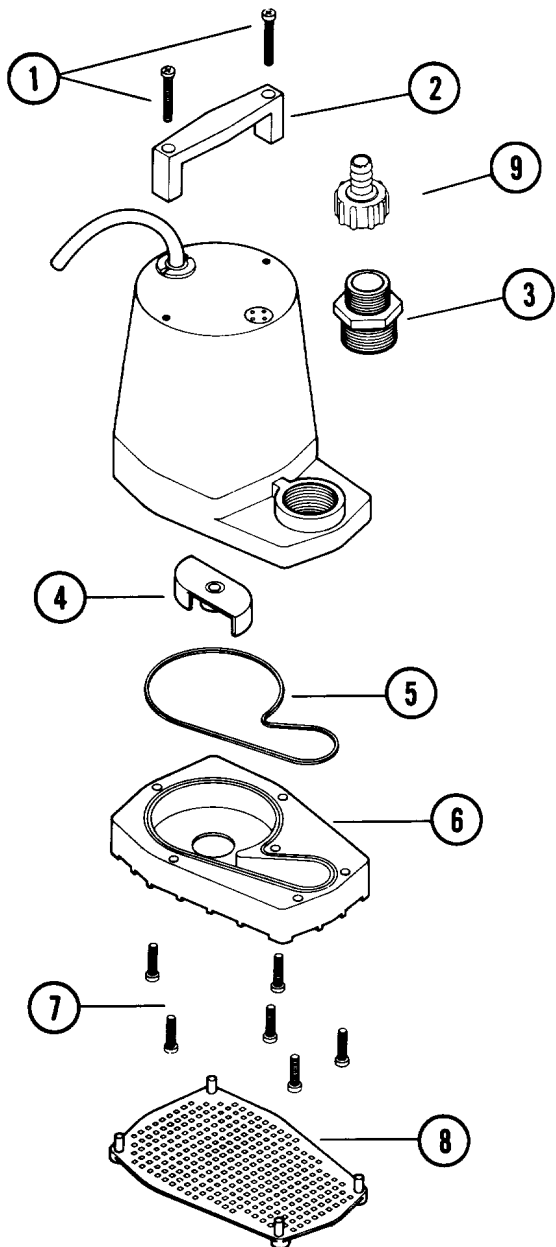

Figure 1
- Pump with screen will remove water to within 3/8". Pump without screen (it will snap off by wedging a coin between the slots; see Figure 1) will remove water to within 1/8".
- La pompe munie d'une grille pompera jusqu'à 3/8 de po d'eau. La pompe sans grille (celle-ci se détache lorsqu'on soulève un coin entre les ouvertures; voir Figure 1) pompera jusqu'à 1/8 de po d'eau.